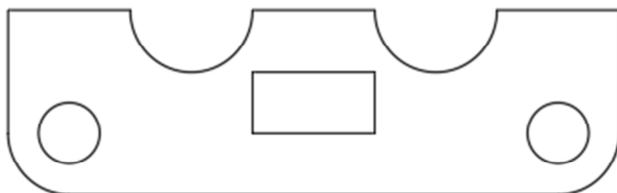

Рис. 3.5
5. Построить половину детали и командой «ОТРАЗИТЬ» зеркально создать полную деталь. Размеры произвольные (рис. 3.5).